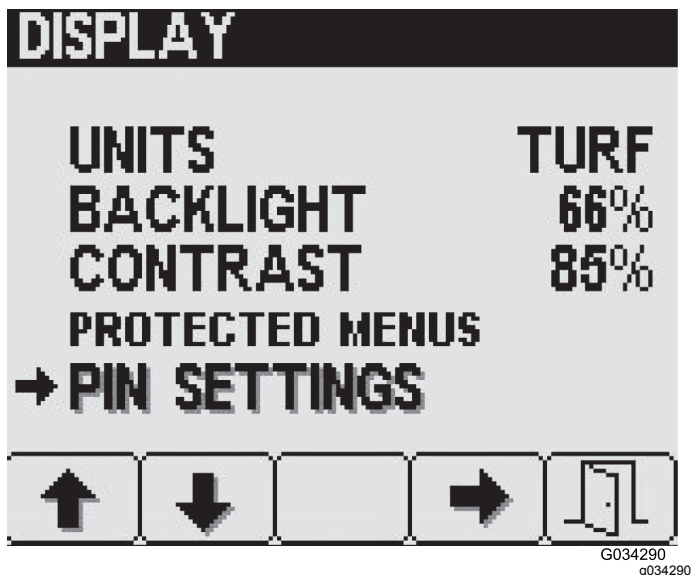

図 29
- 表示 Display 画面でボタン2で PIN 設定 PIN Settingsへ移動し、ボタン4でそれを選択する 図 29。
1. PIN 設定PIN Settings画面でボタン2で PIN 変更PIN Changeへ移動し、ボタン4でそれを選択する 図 29。